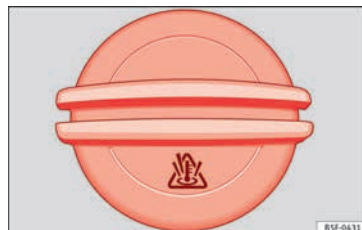

Fig. 246 En el vano motor: Tapón del depósito de expansión del líquido refrigerante.
- El depósito de expansión del líquido refrigerante se reconoce por el símbolo  del tapón » fig. 246.